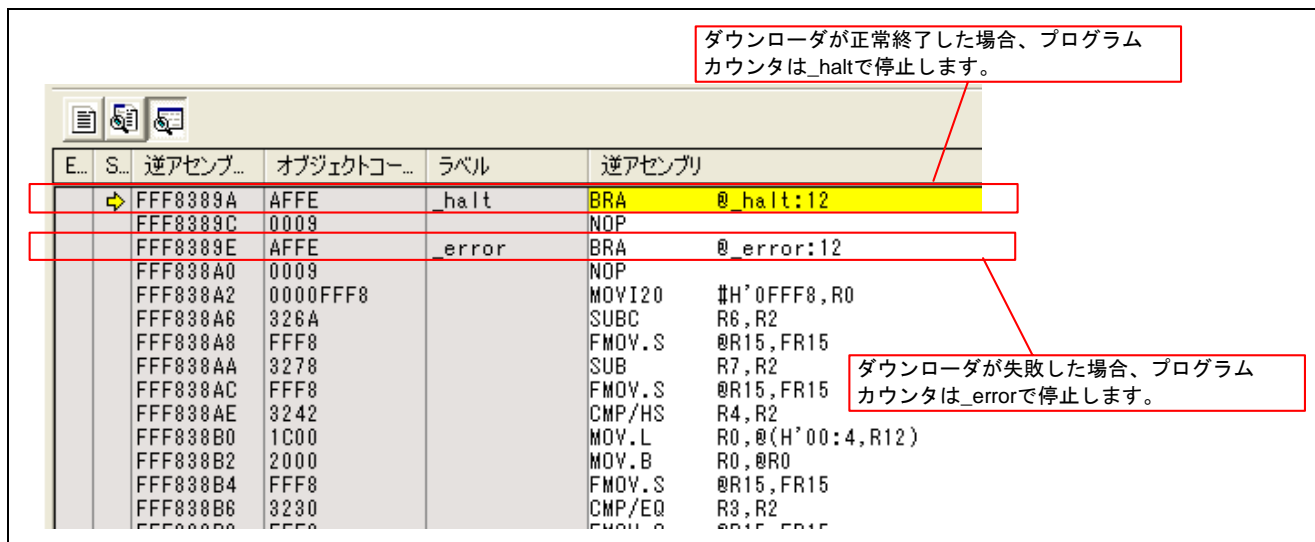

図19 ダウンローダ終了時の High-performance Embedded Workshop の画面
7. バッチファイル[downloader.hdc]が実行されると、ワークスペースに登録されている全てのダウンロードモジュール（ローダプログラム、アプリケーションプログラム、ダウンローダ）がRAM上に転送され、ダウンローダが実行されます。図 19のようにダウンローダが正常終了すると、プログラムカウンタは\_haltで停止し、書き込みに失敗した場合は\_errorで停止します。[sh7269\_spibsc\_downloader]ワークスペースディレクトリをC:\¥Workspaceにコピーしている場合は、ソースファイルが表示されることがあります。